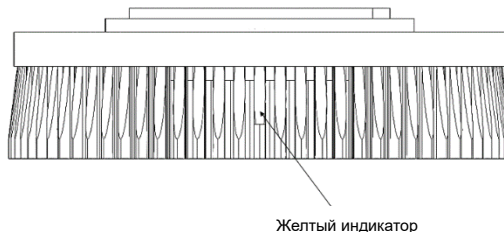

РИС.31
5. Если ПАДы перестали эффективно очищать поверхность, замените их. Замените щетки, если они перестали эффективно чистить, или их щетина изнасилась до желтого индикатора, как показано на РИС. 31.